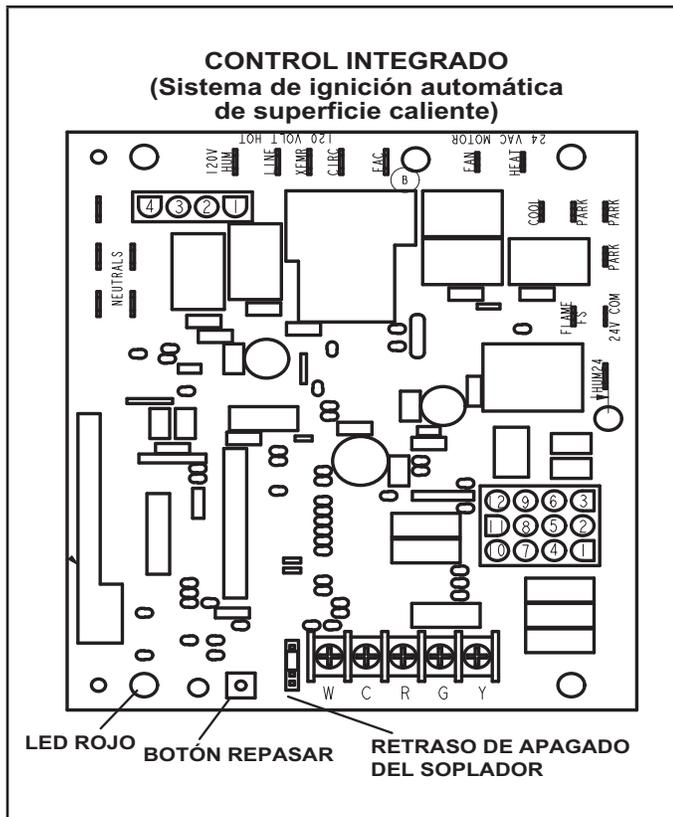

FIGURA 62
- 5 - Una derivación tapada de 1/8" N.P.T. o poste de presión está situado en la válvula de gas para facilitar la conexión del indicador de prueba. Ver la Figura 62.
Funcionamiento de la válvula de gas (Figura 62)
- 6 - Mueva el interruptor en la válvula de gas a la posición APAGADO. Ver la Figura 62.
- 8 - Mueva el interruptor en la válvula de gas a la posición ENCENDIDO. Ver la Figura 62.